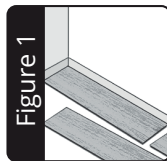

Figure 1
1. Legen Sie eine Reihe loser Paneele (Abbildung 1) auf, ohne diese miteinander zu verbinden, um zu überprüfen, ob die Länge des ersten Paneels angepasst werden muss, damit das Endstück nicht weniger als 20 cm beträgt oder messen Sie die Länge des Raums ab und dividieren Sie diese durch die Länge eines Paneels.
- 1.** Lay a row of loose planks (Figure 1) without securing them to each other first to determine if you need to adjust the length of the first plank to avoid a small piece of less than 20 cm at the end of the row, or measure the length of the room and divide by the length of one plank.